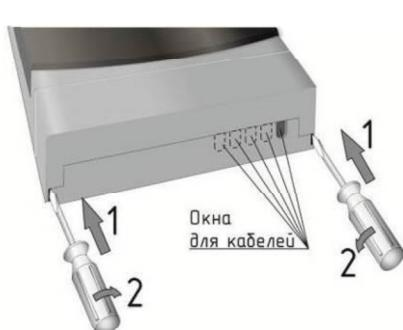

Рисунок 4 – Снятие крышки
- и) при необходимости выломать в основании нужное количество окон для кабелей (см. рисунок 4);